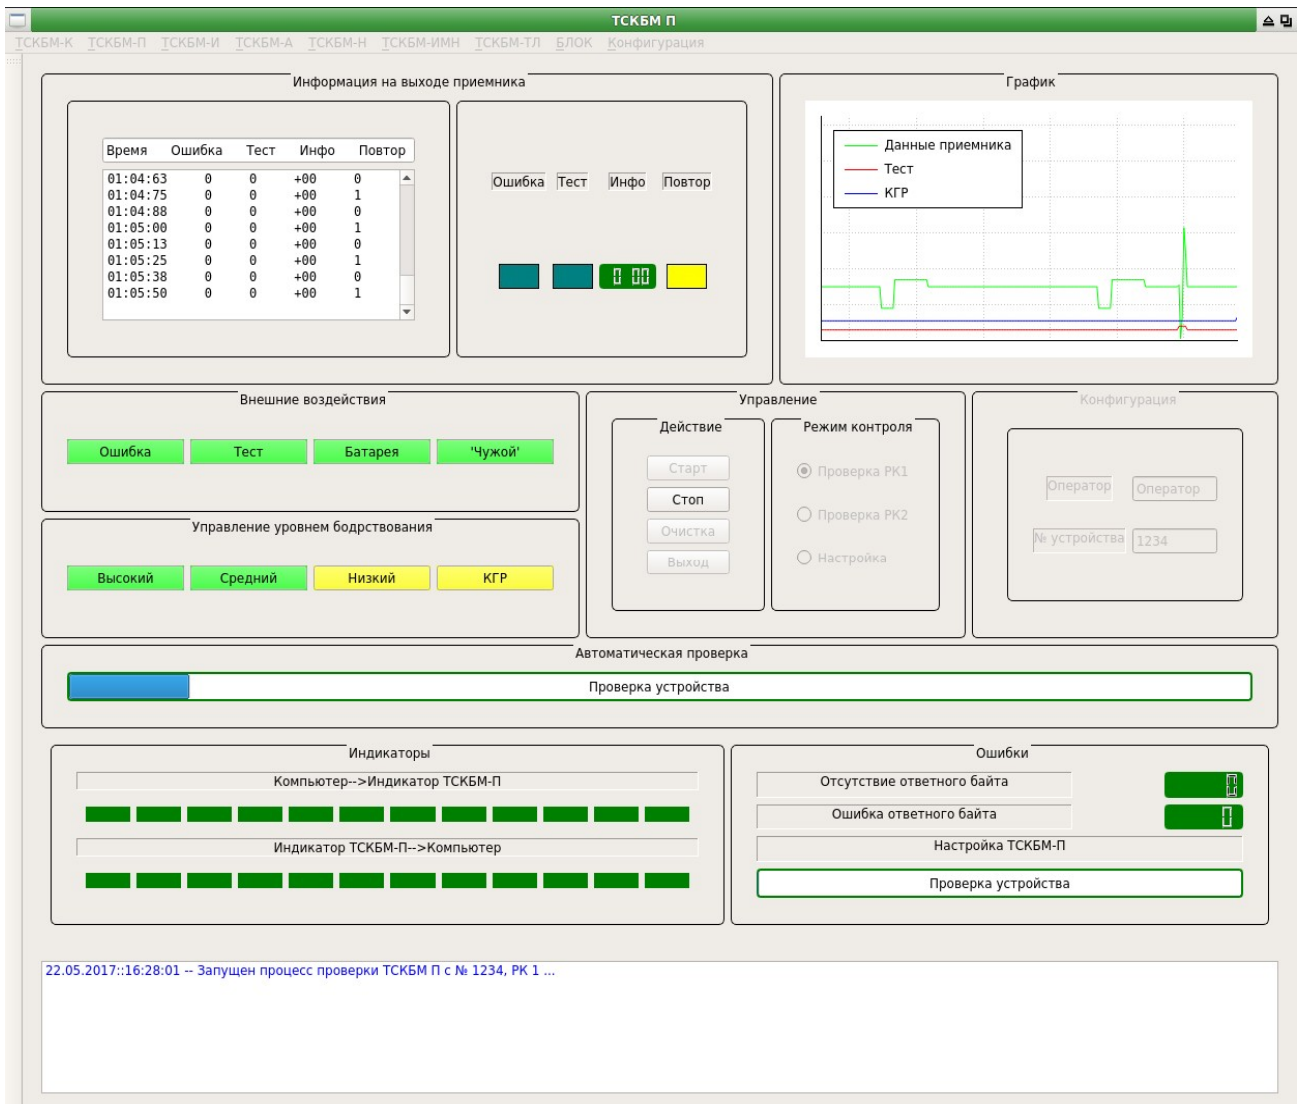

Рисунок 2.4.1.6 – Сообщение системы Запущен процесс проверки ТСКБМ-П
- г) В конце проверки **РК1** ТСКБМ-П программа выведет сообщение в окне Результаты проверки РК1, рисунок 2.4.1.7.